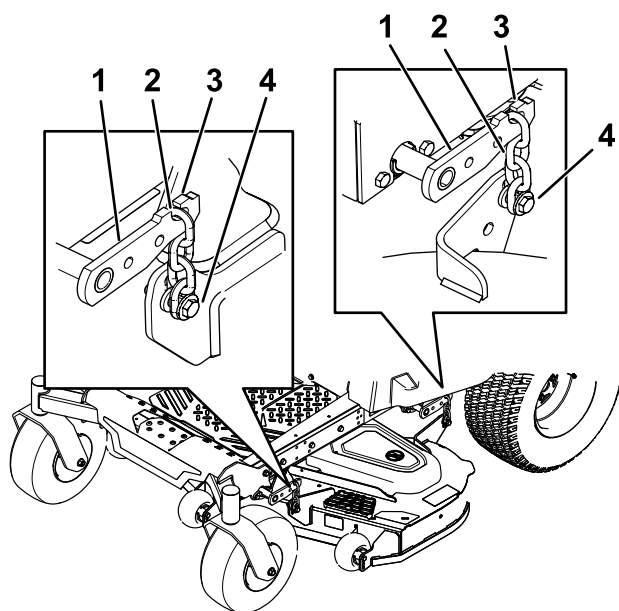

Figura 77
8. Retire las cadenas de los ganchos de los brazos de elevación de la carcasa (Figura 77).
6. Eleve la parte trasera de la carcasa del cortacésped y conecte las cadenas a los brazos de elevación traseros (Figura 77).
7. Conecte las cadenas delanteras a los brazos de elevación delanteros (Figura 77).